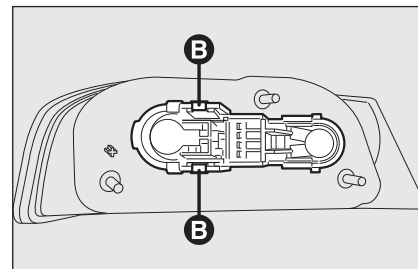

fig. 39
- ☐ estrarre il gruppo portalampade agendo sulle linguette di ritegno **B-fig. 39**;
- ☐ reinserire il gruppo portalampade fissandolo correttamente in posizione mediante le linguette di ritegno **B-fig. 39**;